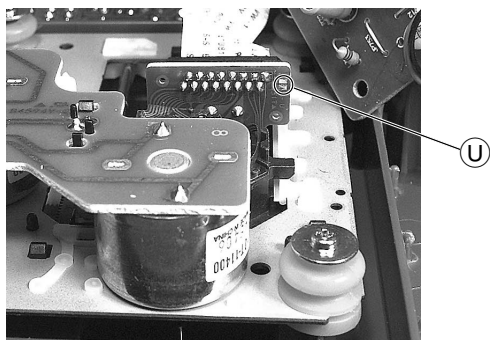

Fig. 22
- **Hinweis:** Vor Abziehen der Flexprintleitung die Sicherungslötstelle ⑦ (Fig. 22) des Lasers kurzschließen.
- **Note:** Prior to pulling off the Flexprint lead shortcircuit the protective soldering joint ⑦ (Fig. 22) of the laser.